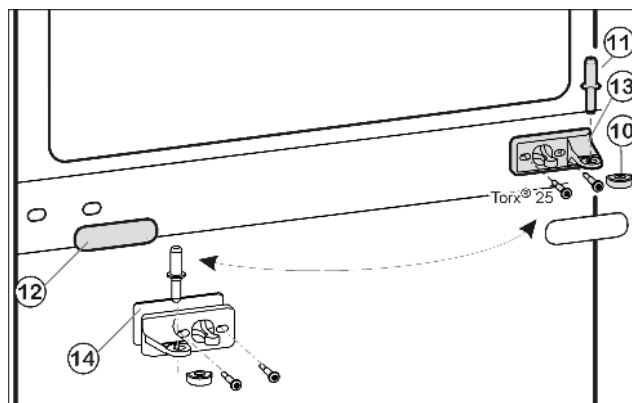
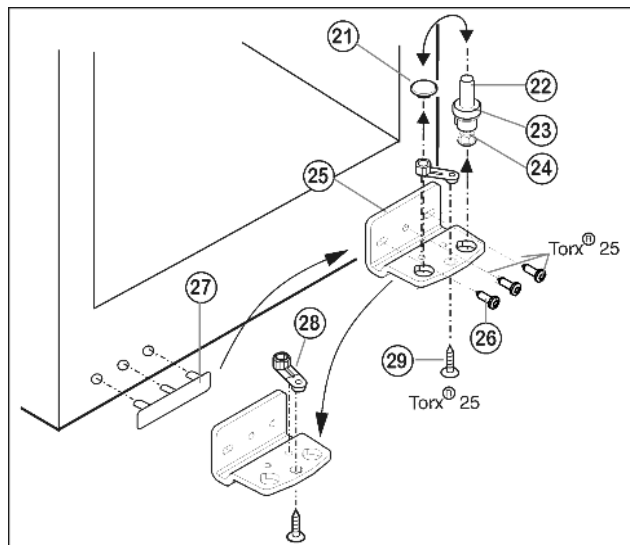

Fig. 9
Fig. 10
- ▶ Scoateți bolțul lagărului mijlociu Fig. 9 (11) din suportul lagărului și din ușa inferioară.
- ▶ Scoateți capacul din plastic Fig. 9 (10).
- ▶ Deșurubați mijlocul suportului lagărului Fig. 9 (13) (2 ori Torx® 25).
- ▶ Scoateți cu atenție masca de protecție Fig. 9 (12).
- ▶ Înșurubați strâns (cu 4 Nm) Fig. 9 (13) mijlocul suportului de lagăr Fig. 9 (14) cu suportul, rotit cu 180°, pe noua latură a balamalei.
- ▶ Cuplați din nou masca de protecție Fig. 9 (12), rotită cu 180°, pe noua latură a mânerului.
- ▶ Extrageți bolțul lagărului Fig. 10 (22) integral, împreună cu șaiba Fig. 10 (23) și piciorul reglabil Fig. 10 (24), în sus.
- ▶ Scoateți dopul Fig. 10 (21).
- ▶ Deșurubați Fig. 10 (26) suportul de lagăr Fig. 10 (25).
- ▶ Deșurubați Fig. 10 (29) piesa suport Fig. 10 (28) și montați-o la gaura opusă de montare a suportului lagărului, iar apoi înșurubați-o strâns.
- ▶ Scoateți cu atenție și mutați pe partea opusă capacul de pe partea de prindere Fig. 10 (27).
- ▶ Înșurubați **strâns (cu 4 Nm)** suportul lagărului Fig. 10 (25) pe noua parte a balamalei, folosind o șurubelniță cu acumulator dacă este cazul.
- ▶ Introduceți dopul Fig. 10 (21) în cealaltă gaură.
- ▶ Introduceți din nou bolțul lagărului Fig. 10 (22) integral, împreună cu șaiba și piciorul reglabil. Aveți grijă aici ca respectiva camă de cuplare să fie îndreptată către înapoi.
- ▶ Așezați ușa inferioară de sus pe bolțul lagărului inferior Fig. 10 (22).
- ▶ Așezați din nou capacul din plastic Fig. 9 (10) pe suportul de lagăr mijlociu Fig. 9 (13).
- ▶ Introduceți bolțul lagărului mijlociu Fig. 9 (11), pe noua latură a balamalelor, prin suportul de lagăr mijlociu Fig. 9 (13) în ușa inferioară.
- ▶ Așezați ușa superioară pe bolțul lagărului mijlociu Fig. 9 (11).
- ▶ Aliniați eventual ușile, prin intermediul celor două găuri alungite din suportul de lagăr inferior Fig. 10 (25) și suportul de lagăr mijlociu Fig. 9 (13), cu carcasa aparatului. Deșurubați șurubul mijlociu al suportului de lagăr inferior Fig. 10 (25).